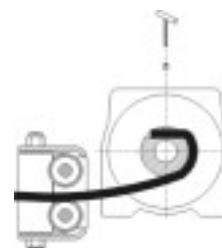

Figura 12
**Siempre sustituya el cable de alambre con piezas de repuesto idénticas del fabricante.** Pase el extremo de sujeción del cable de alambre por el escobén (silo tiene) y sujételo al tambor. Al insertar el cable de alambre en el tambor, insértelo en el extremo correcto del orificio provisto (Figura 12). Apriete bien el tornillo prisionero.